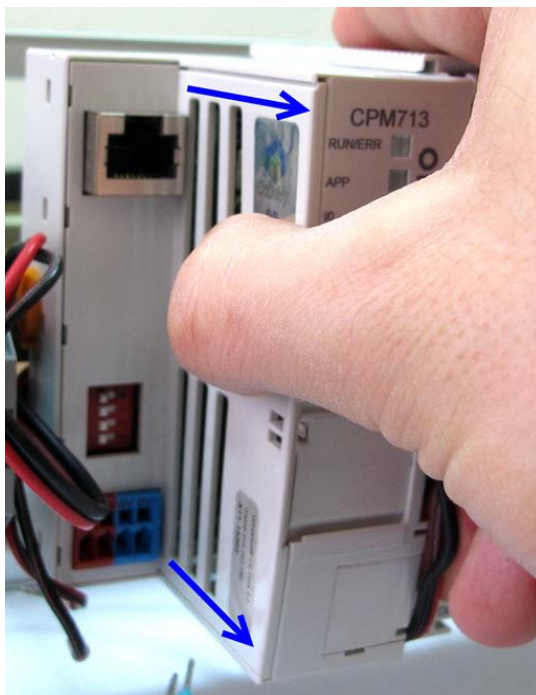

Рис. 5.5 Освобождение фиксаторов боковой крышки
4. Освободите фиксаторы, расположенные по периметру боковой крышки корпуса контроллера (пять на левом торце и по одному – на верхнем и нижнем), для чего нажмите на поверхность крышки большим пальцем правой руки, одновременно опираясь остальными пальцами на правую и верхнюю плоскости корпуса контроллера, как показано на Рис. 5.5, и попытайтесь переместить крышку в направлении стрелок, показанных на Рис. 5.5. При необходимости, одновременно с попыткой перемещения крышки, поочередно прижимайте фиксаторы крышки отверткой с шириной лопатки от 1,8 до 2,3 мм.